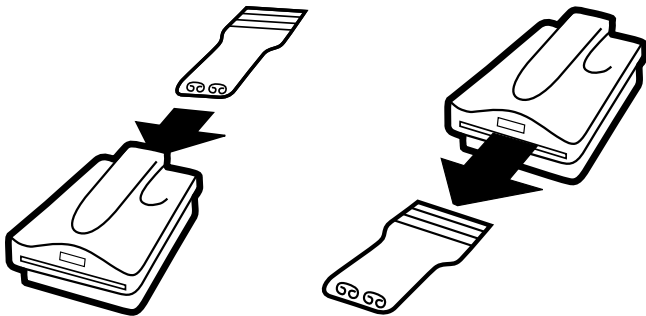

Figura 5
- Introduceți instrumentul din spatele unității și trageți-l până la capăt, prin față (a se vedea figura 5).